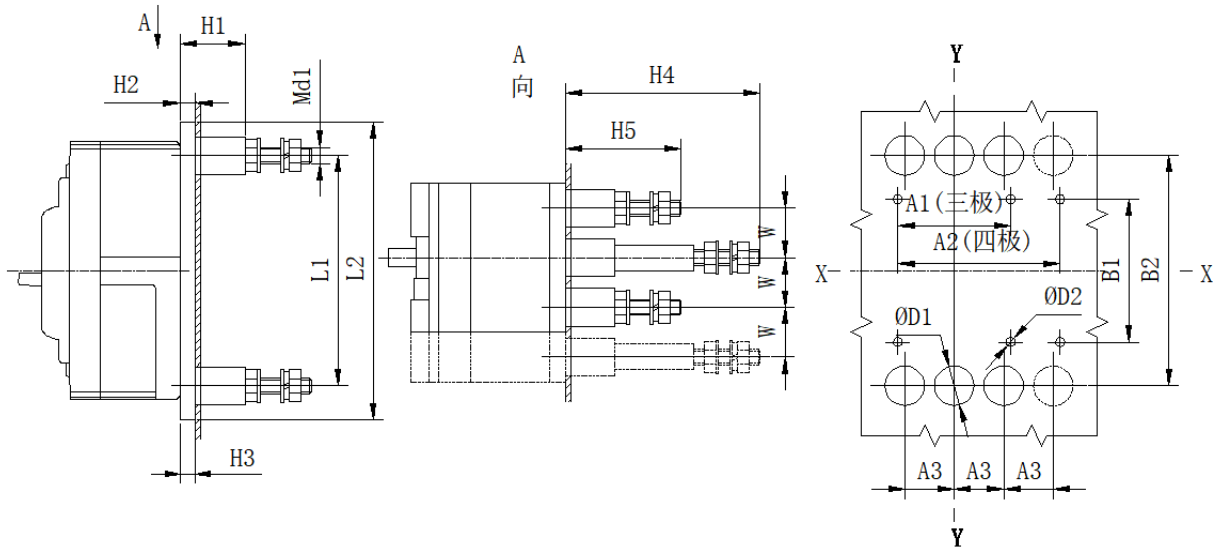

图 3
3.2 HSL6-100、250 板后接线外形及安装、开孔尺寸见图 3、表 7